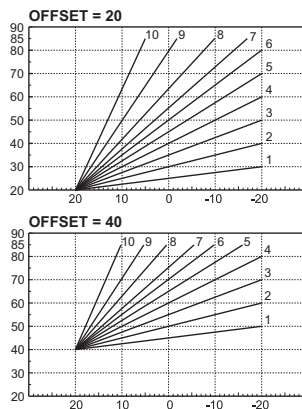

fig. 25- Ejemplo de desplazamiento paralelo de las curvas de compensación
**Offset:** Si se entra en este submenú, es posible realizar el desplazamiento paralelo de las curvas pulsando las teclas **+** y **—** **ACS**. Véase la fig. 25 para las características.